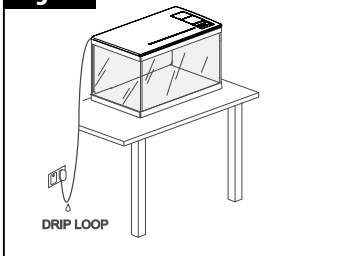

Fig. 3
- Riempire la vasca d'acqua e controllare attentamente ogni lato. Verificare che non vi siano perdite d'acqua passando un panno asciutto lungo i bordi esterni di giunzione dei vetri (fig. 3).